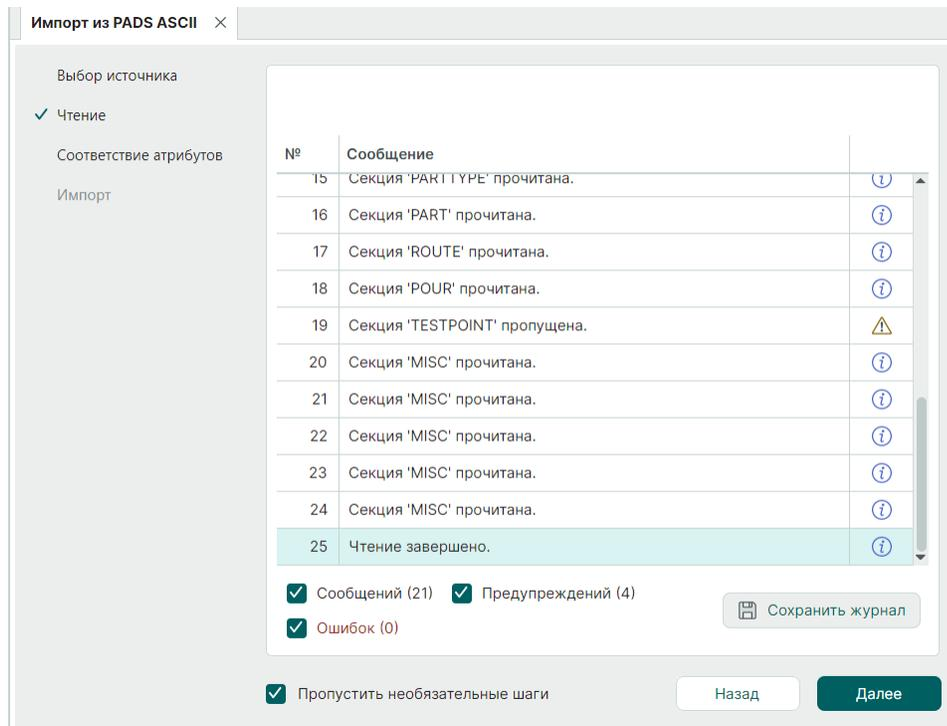

Рис. 19 Завершенный процесс чтения импортируемых файлов в окне «Мастер импорта проекта PADS»
5. На следующем этапе дождитесь завершения процесса чтения проекта и нажмите «Далее», см. Рис. 19.